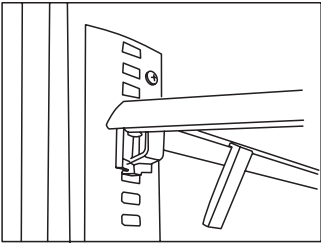

Abb. 9C
4. Die Tragarme müssen in derselben Höhe angebracht sein, damit der Einlegeboden waagrecht liegt (Abb. 9C).